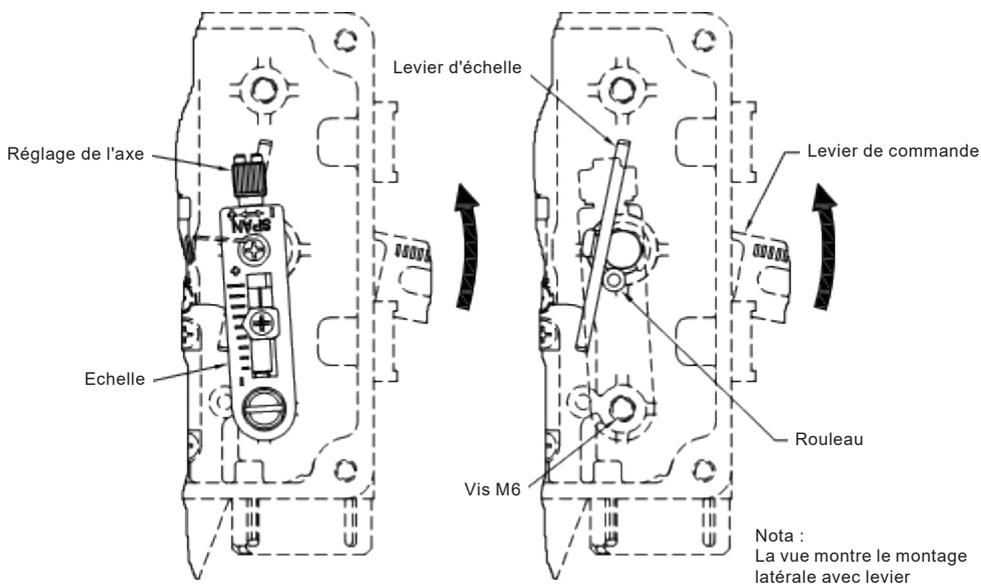

Fig. 17 - Installation de l'échelle (latéral = RA, central = DA)
Montage central - Si l'axe de l'actionneur se déplace vers le bas lorsque le signal d'entrée est augmenté, assembler "l'échelle" au trou taraudé M6 pour abaisser comme illustré ci-dessous Fig. 17 (DA)
2. Montage latéral - Si l'axe de l'actionneur se déplace vers le haut lorsque le signal d'entrée est augmenté, assembler "l'échelle" pour abaisser le trou taraudé M6 comme illustré ci-dessous Fig. 17 (RA).
Montage central - Si l'axe de l'actionneur se déplace vers le haut lorsque le signal d'entrée est augmenté, assembler "l'échelle" au trou taraudé M6 supérieur comme sur la Fig. 17 ci-dessus (RA)